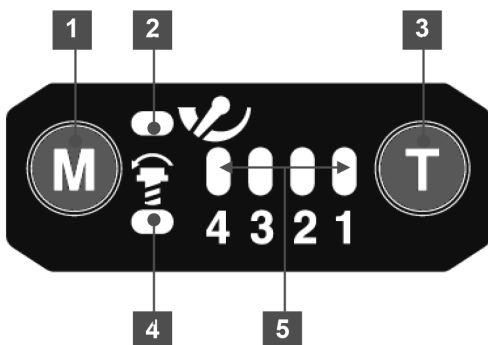

Рис. 10
### Модели CW 2016BL и CW 4022BL (рис. 10)
- Включите режим синхронизации, нажав на кнопку «М». Индикатор включения режима синхронизации должен загореться (п.2 рис. 10)